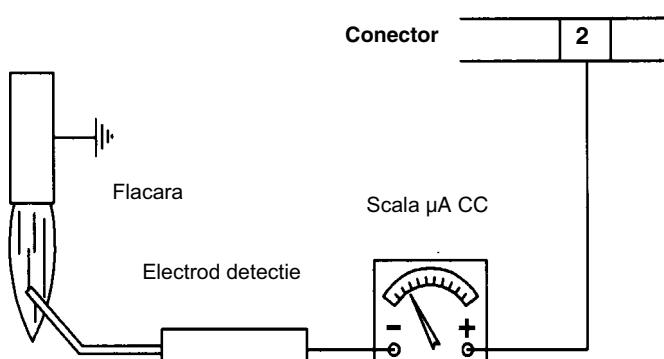
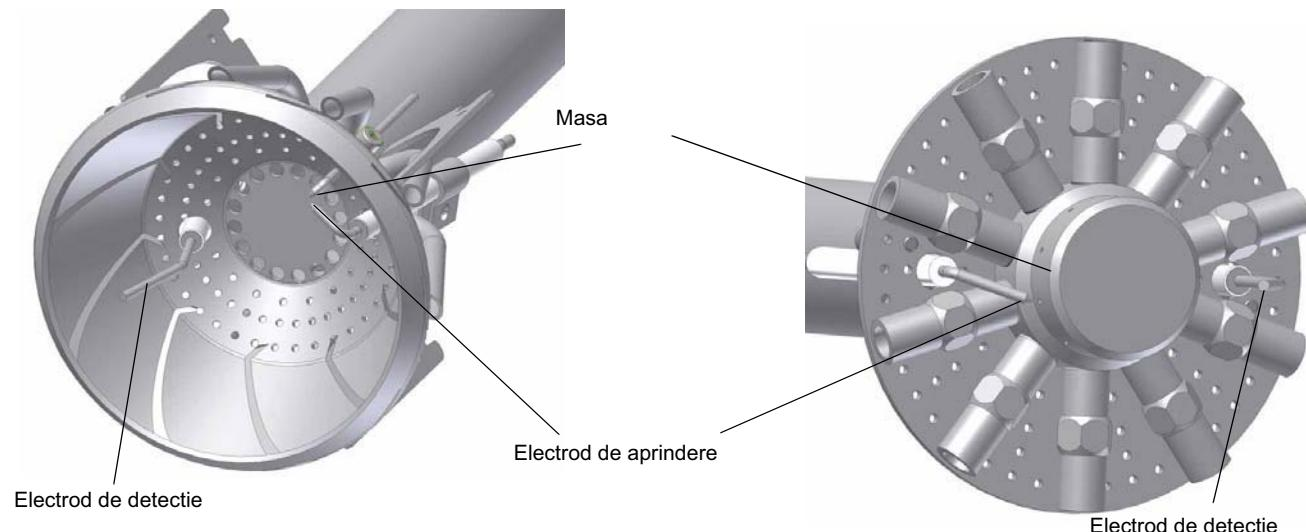

Fig. 61
Fig. 62
- Verificati electrozii de aprindere si detectie, care se curata si se regleaza daca este cazul (vezi Fig. 62). In caz de dubiu, verificati curentul de detectie corespunzator schemei de la Fig. 61.
Daca arzatorul se blocheaza , faceti urmatoarele operatiuni de inspectie : Pentru a masura semnalele de detectie (flacara) priviti la schema din Fig. 61. Daca semnalul este mai mic decat valoarea data, verificati pozitia electrodului de detectie , contactele electriche si, daca este nevoie, inlocuiti electrodul de detectie .